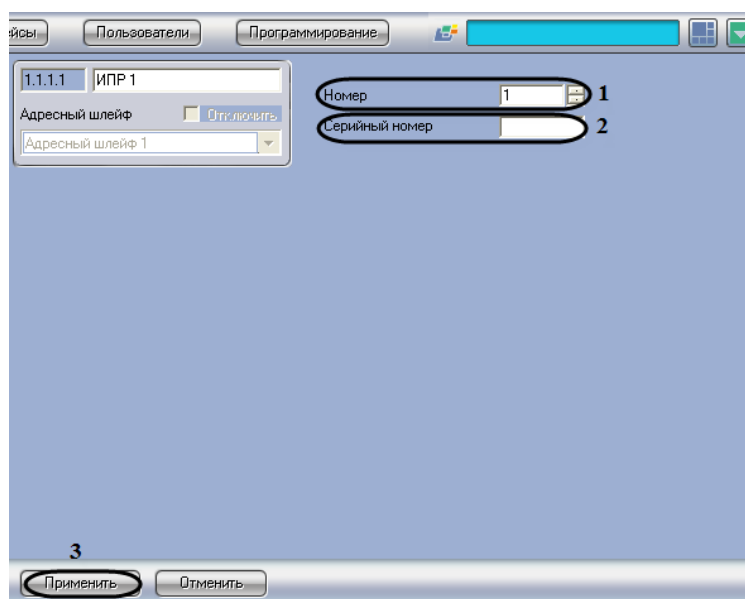

Рис. 3.5—4 Панель настроек объекта ИПР
2. В поле **Номер** необходимо с помощью кнопок **вверх-вниз** ввести порядковый номер в списке устройств (см. Рис. 3.5—4, 1).
3. В поле **Серийный номер** необходимо ввести серийный номер устройства (см. Рис. 3.5—4, 2).